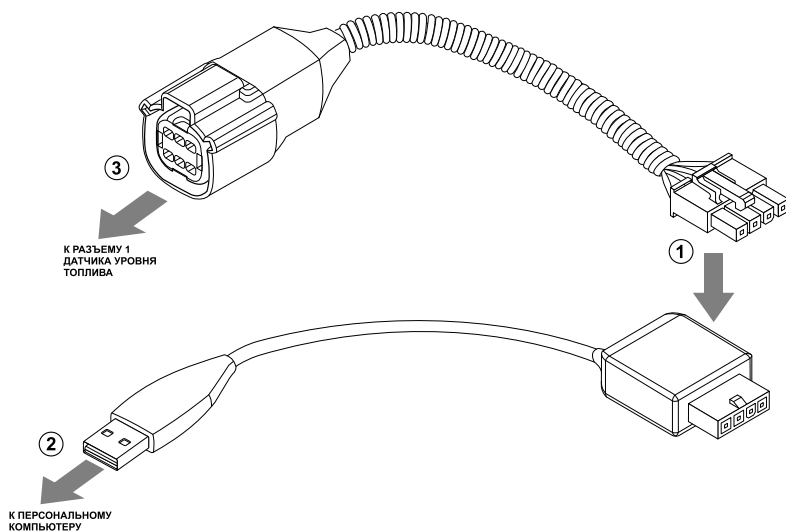

Рис.1. Подключение преобразователя к TKLS.
- подключить четырехконтактный разъем адаптера к четырехконтактному разъему переходного кабеля (Рис.1, п.1);
- подключить USB разъем адаптера к ПК (Рис.1,п.2);
- подключить другой конец переходного кабеля к Разъему 1 датчика уровня топлива (Рис.1, п.3).